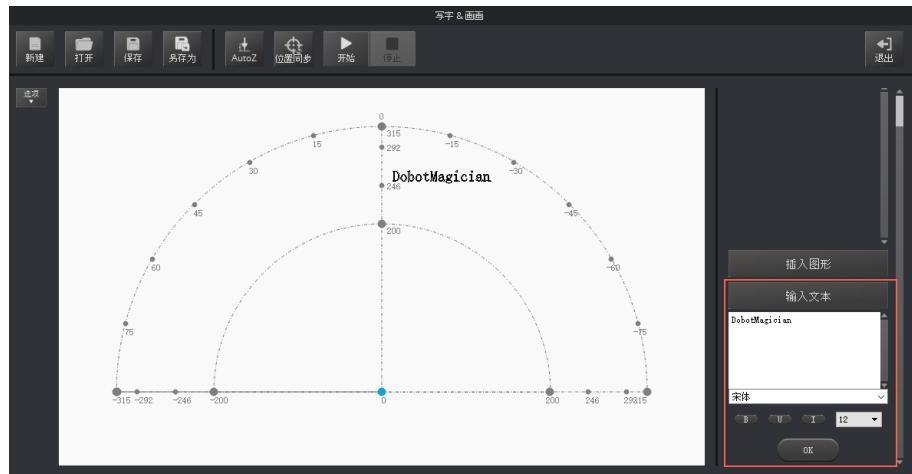

图 5.69 输入文本
- 在“写字 & 画画”页面右下方的“输入文本”区域手动输入文字，并设置文字样式，然后单击“OK”。如图 5.69 所示。